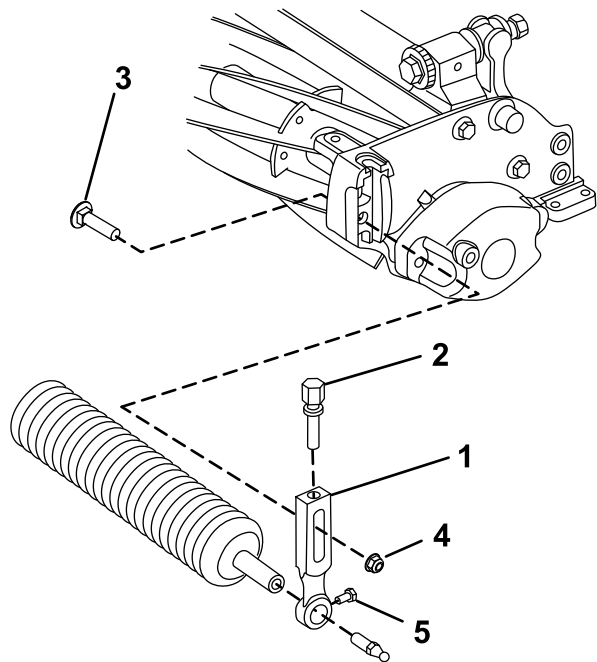

Figura 3
1. Togliete il bullone della lama, la rondella e il dado della flangia che fissano uno dei bracci dell'altezza di taglio alla piastra dell'apparato di taglio (Figura 3).
7. Serrate le viti per il montaggio del rullo (Figura 3).
2. Allentate le viti per il montaggio del rullo nei bracci dell'altezza di taglio (Figura 3).
3. Fate scorrere l'albero del rullo nel braccio dell'altezza di taglio sull'estremità opposta dell'apparato di taglio (Figura 3).
4. Fate scorrere il braccio dell'altezza di taglio sull'albero del rullo (Figura 3).
5. Fissate il rullo sull'apparato di taglio, senza serrare, con il braccio dell'altezza di taglio e i fermi tolti in precedenza (Figura 3).